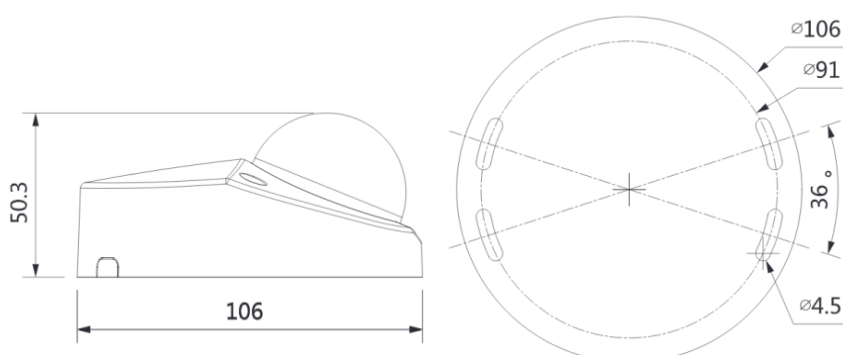

Рисунок 5.1 – Габаритные размеры видеокамеры
1. Выберите место крепления видеокамеры с учётом габаритных размеров изделия (Рисунок 5.1) и удобства работы с монтажным инструментом.